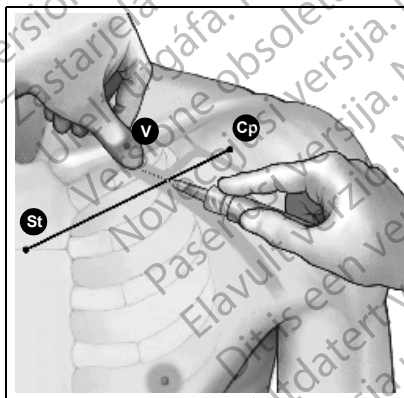

Abb. 3. Platzierung des Daumens und Einstichstelle der Nadel.
- Drücken Sie den Daumen gegen den Zeigefinger, und zielen Sie ein bis zwei Zentimeter unterhalb der Clavicula, um den Musculus subclavius vor der Nadel zu schützen. (Wenn eine Hypertrophie des Musculus pectoralis erkennbar ist, sollte der Daumen auf einen Punkt ca. zwei Zentimeter unterhalb der Clavicula zeigen, da der Musculus subclavius ebenfalls hypertrophiert sein könnte) (Abb. 3).